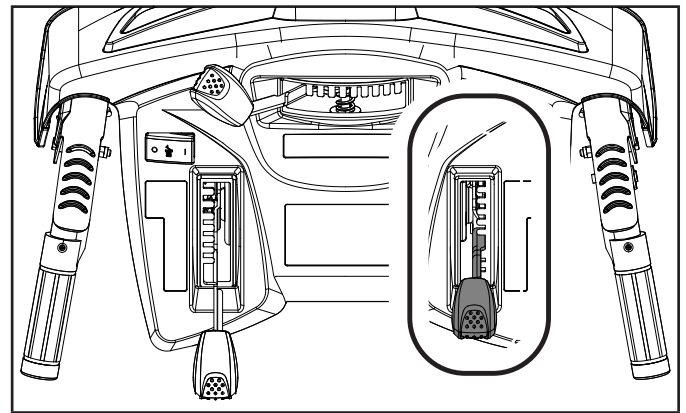

Figure 15
1. La plage des vitesses de marche avant comprend la position 1 pour vitesse lente jusqu'à la position 6 pour vitesse rapide. La plage des vitesses de marche arrière comprend la position R1 pour vitesse lente jusqu'à la position R2 pour vitesse rapide. (figure 15)